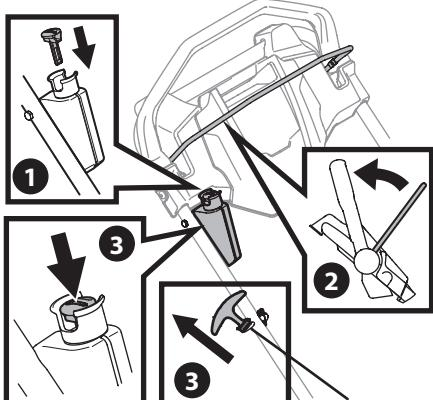

Figure 6
- Placez-vous derrière l'appareil et serrez la commande de la lame contre la commande d'entraînement (Figure 6).
- Démarrage à rappel :** Tenez la commande de la lame contre la commande d'entraînement et tirez sur la poignée du lanceur à rappel jusqu'à ce que vous sentiez une légère résistance. Puis tirez rapidement sur la poignée pour faire démarrer le moteur et empêcher la corde de s'enrouler rapidement. Répétez l'opération au besoin (Figure 6).
- Démarrage électrique (le cas échéant) :** Pressez sur le bouton-poussoir pour démarrer le moteur (Figure 6).